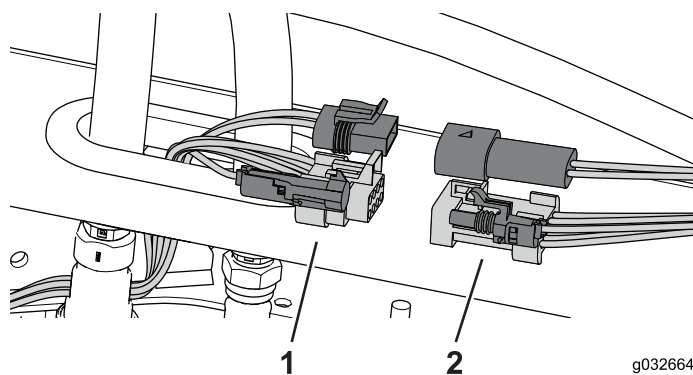

Figura 74
- Enrute el arnés de cables desde la cabina hacia el arnés de cables de la máquina (Figura 74).